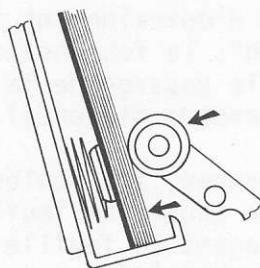

fig.2-2
- (fig. 2-2) Le premier rouleau d'entraînement "g" s'écarte du deuxième rouleau "h"; la fourchette d'alignement "i" bascule et bloque le passage de la feuille (la feuille n'est pas encore présente).